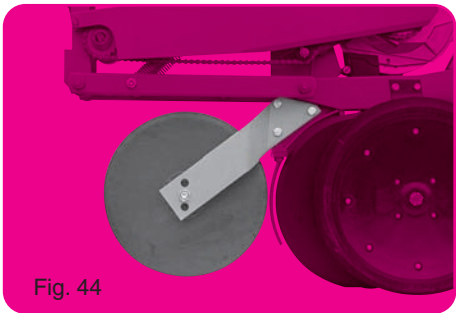

Fig. 44
- Coutre Ø 350 (fig. 44).
- Smooth disc Ø 350 (fig. 44).
- Furchenlockerer Ø 350 (fig. 44)